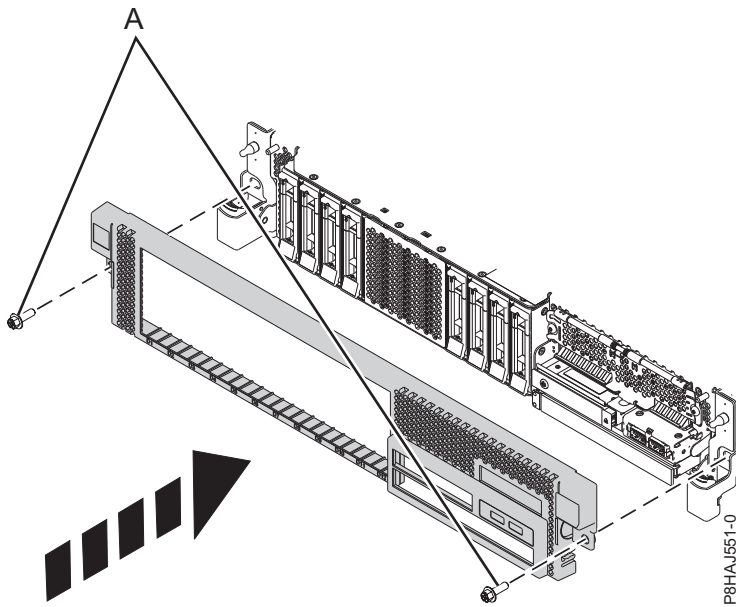

Abbildung 46. Vordere Abdeckung installieren
3. Verriegeln Sie die Entriegelungshebel in die in Abb. 46 auf Seite 62 dargestellte Richtung. Die Abdeckung schnappt ein und weist eine Vertiefung auf, an der Sie sie leichter festhalten können.
4. Bringen Sie die Transportschrauben (A) wieder an.